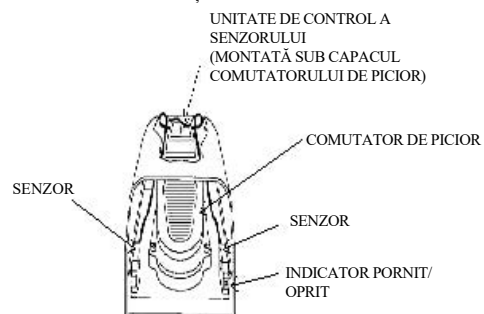

Figura 2: Senzorii sunt fixați pe partea LATERALĂ a CARCASEI comutatorului de picior laser
4. În carcasa pedalei (Figura 2), poziționați senzorul de transmitere și cel de primire pe părțile opuse ale pedalei. Nu poziționați senzorii pe laturile pedalei.